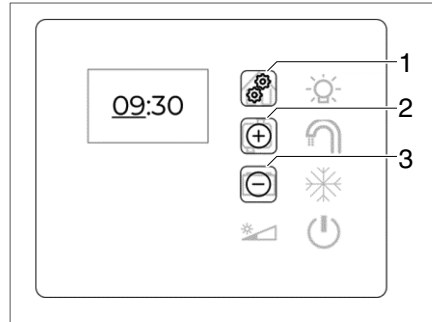

Bild 60 Uhrzeit einstellen
- Home-Taste (Bild 60,1) drücken und gedrückt halten.
- Mit den Kontrolltasten (Bild 60,2) und (Bild 60,3) die Stundenanzeige um eins erhöhen (+) bzw. reduzieren (-).
- Home-Taste (Bild 60,1) drücken.
- Mit den Kontrolltasten (Bild 60,2) und (Bild 60,3) die Minutenanzeige um eins erhöhen (+) bzw. reduzieren (-).